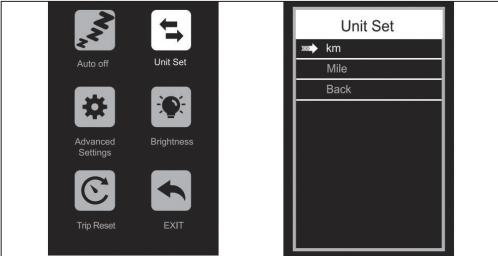

Figura 4-2
- Set unitate:** Dacă accesați această setare, puteți ajusta unitatea, așa cum este arătat în (Figura 4-2).